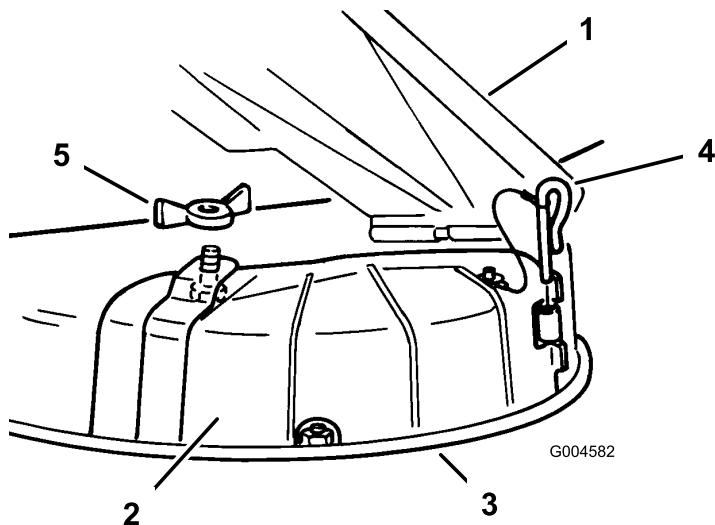

Figura 25
3. Retire la tuerca de orejeta y la abrazadera que sujetan la tapa (Figura 25).
4. Retire el pasador de la bisagra que sujeta la tapa a la carcasa (Figura 25).
3. Levante el deflector de hierba y coloque la tapa de descarga sobre la abertura, en el borde inferior del cortacésped, e introdúzcala en la bisagra delantera (Figura 25).
4. Coloque el pasador en la bisagra (Figura 25).
5. Fije la tapa de descarga al cortacésped con la tuerca de orejeta (Figura 25).